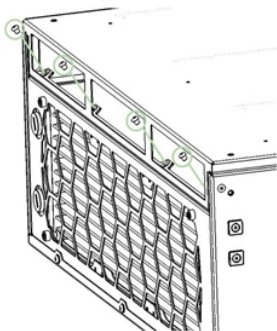

Рисунок 16 – Извлечение винтов фиксации нижней задней крышки с корпусом
– открутите шестигранным ключом s2 четыре винта М3 с полукруглой головкой фиксирующих заднюю нижнюю крышку с корпусом (рисунок 16):